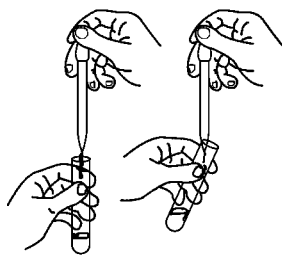

图 8 用滴管将试剂加入试管中
(1) 将试剂滴入试管时,必须用无名指和中指夹住滴管,将它悬空地放在靠近试管的上方(图 8),然后用大拇指和食指钳紧橡皮头,使试剂滴入试管中,绝对禁止将滴管伸入试管中,否则,滴管的管端将很容易碰到试管壁上而粘附了其他溶液,如果再将此滴管放回试剂瓶中,则试剂将被污染,不能再使用。
(2) 滴瓶上的滴管只能专用,不能和其他滴瓶上的滴管互混。因此,用后应立刻将滴管插回原来的滴瓶中。
(3) 取用试剂时,不能将试剂瓶拿到自己面前,不能随便挪动试剂瓶在试剂架上的固定位置。
(4) 滴管从滴瓶上取出试剂后,应保持橡皮头在上,不要平放或斜放,以防滴管中的试剂流入橡皮头,腐蚀橡皮头,污染试剂。